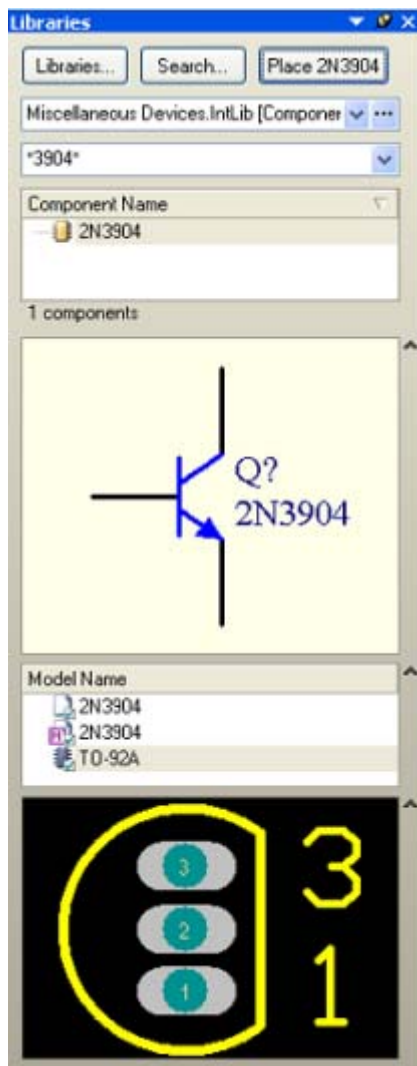

图 6-4 库面板
1. 点击 **Libraries** 标签显示 **Library** 面板，如图 6-4。